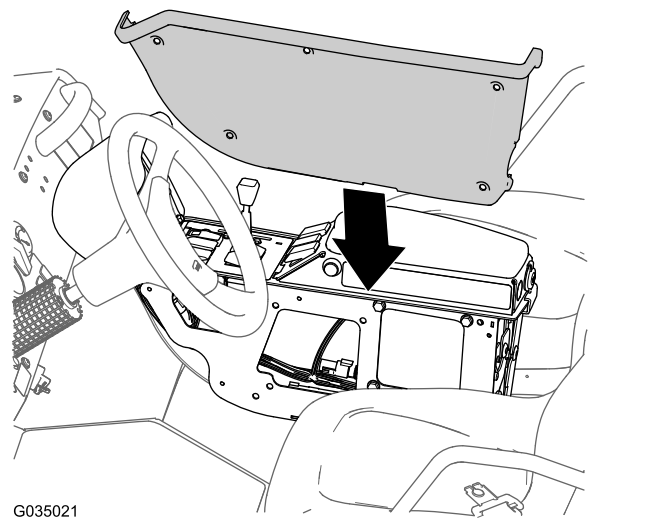

Figure 119
6. Placez le couvercle que vous avez retiré à l'opération 3 de Acheminement du faisceau de câblage du circuit de coupure de la pompe de pulvérisation \(page 53\) en face du côté gauche de la console centrale (Figure 119).